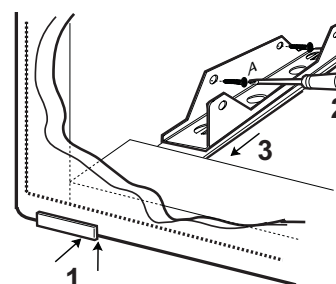

Fig. 7.3
4. Tryck monteringsmallen mot skåpets sida och skruva upp monteringsfästena (se Fig. 7.3).